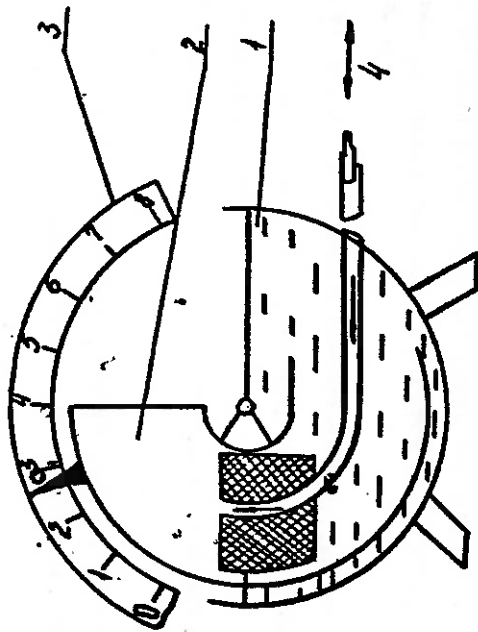

Рис. 2
2.4.6. Работа спирометра основана на принципе объёмных измерений выдыхаемого газа. При выдохе под поворотным колоколом создается избыточное давление, в результате чего колокол поворачивается вокруг горизонтальной оси. Принципиальная схема работы спирометра приведена на рис. 2.